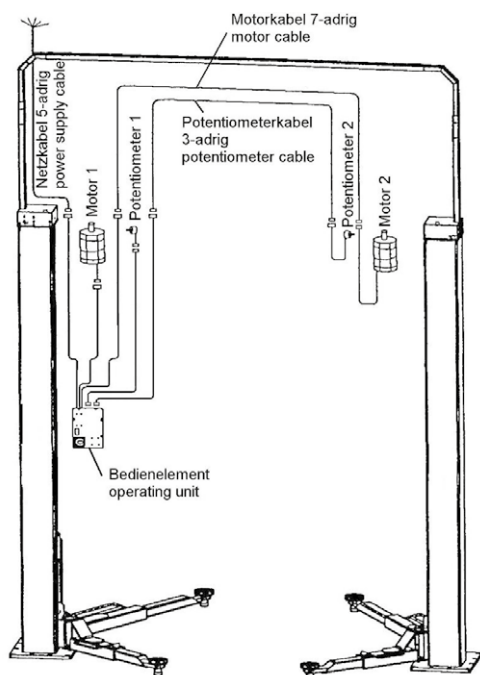

Figure 23 : Pose des câbles en utilisant le tube montant et transversal
- Passer le câble comme indiqué dans le croquis (Fig. 23) dans le tube montant et transversal de la plateforme de levage et raccorder les connecteurs correspondants :